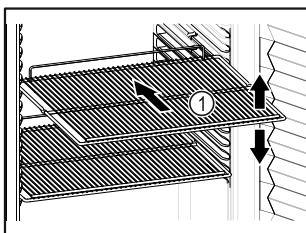

Fig. 20 Atvaizdo pavyzdys
- Jei pastatymo grotelės Fig. 20 (1) galima perkelti, pritaikykite atsižvelgdami į aukštį.